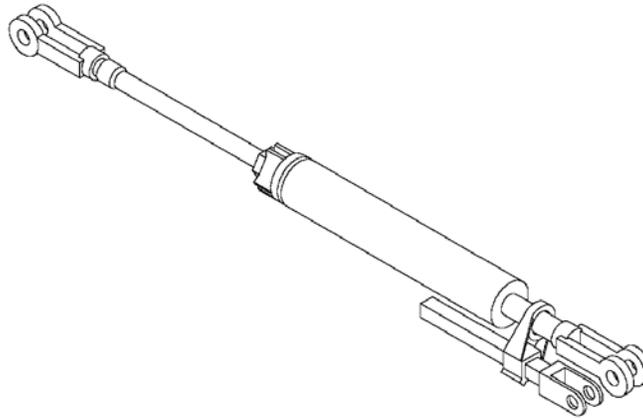

Figure 32: KRD-482-E Slack Adjuster
**5.11 KR-482-E SLACK ADJUSTER, Fig. 32, 33 and 34**